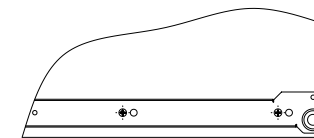

Рис.3
4. Установите при помощи винтов М5х10,5 половинки направляющих на боковины вашего стола С-01 и полку 5 (для установки полки необходимо снять столешницу С-01 и ослабить конфирмаги, притягивающие правую боковину (Рис. 3, 4).